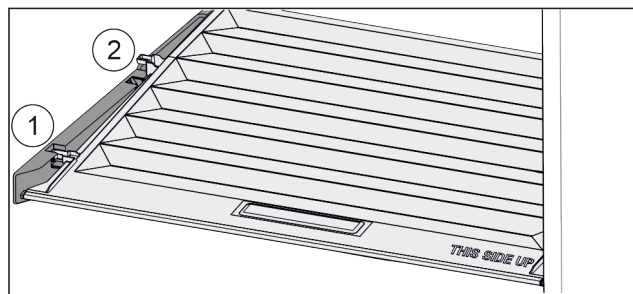

Fig. 107
- Tirare in avanti il coperchio fino all'apertura nei fermi Fig. 107 (1).
- Sollevare posteriormente dal basso e togliere verso l'alto Fig. 107 (2).